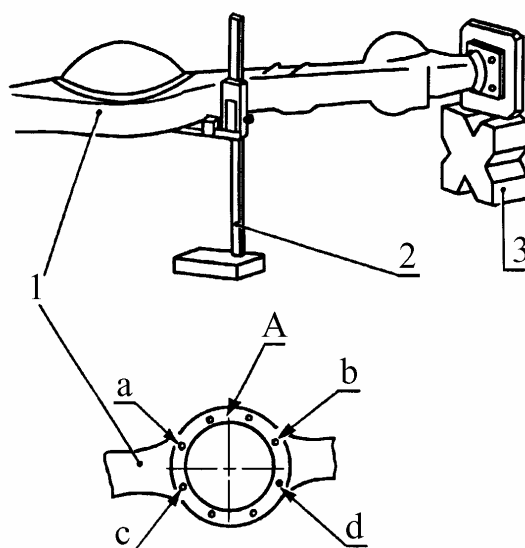

Рис.14 Проверка параллельности привалочной поверхности крепления редуктора:
5.5 Проверить параллельность привалочной поверхности "А", рис. 14, крепления редуктора к поперечной плите в точках а, b, с, d. Высота от поперечной плиты до привалочной поверхности крепления редуктора определяется как сумма $B + 77,5 \pm 0,3$ мм, где "В" – высота прямоугольной призмы. При разности размеров на 0,25 мм и более или высоте до привалочной поверхности более $B + 83,5$ мм, балка выбраковывается (штангенрейсмас ШР 250).